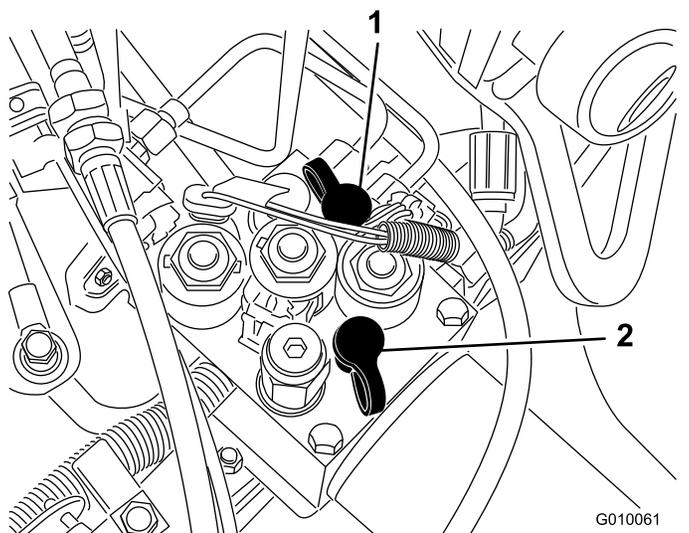

Рисунок 60
- Контрольное отверстие G 2 (Рисунок 60) служит для облегчения поиска неисправностей в нагнетательном контуре тяги.
- Контрольное отверстие G1 (Рисунок 60) служит для облегчения поиска неисправностей в нагнетательном контуре подъема.